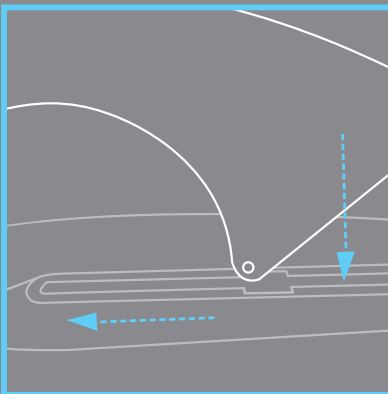

Figura 3
- Inserite la pinna nel fin box slot dall'apertura centrale, fate scorrere la pinna verso la parte posteriore e spingete con decisione verso il basso l'altra estremità (**Figura 3**).